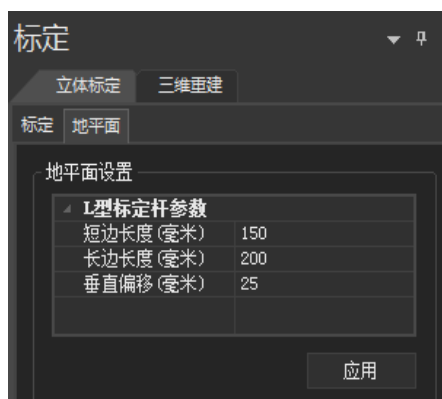

图 1.1.12 原点标定
(13) 放置好直角标定器后，并打开开关，然后在标定框中的立体标定—>地平面下点击应用，如下图 1.1.12 所示。